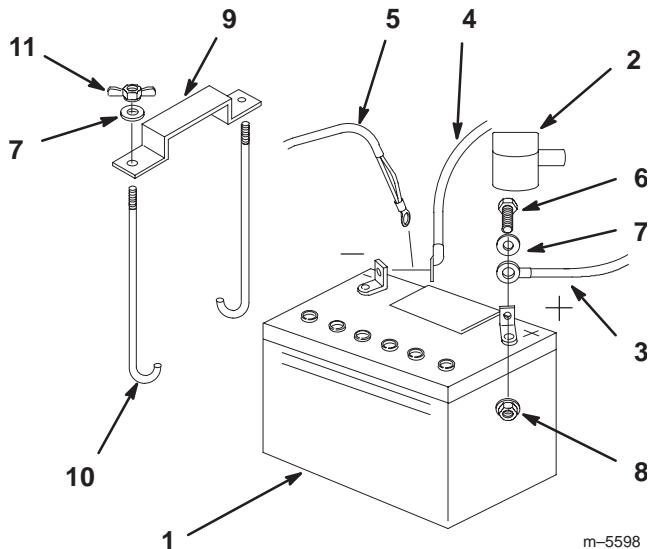

Figure 77
- Placez la batterie dans son support en tournant les bornes vers le moteur (Fig. 77).
- Fixez les câbles à l'aide de 2 boulons (1/4 x 3/4 pouce), 2 rondelles (1/4 pouce) et 2 contre-écrous (1/4 pouce) (Fig. 77).
- Fixez la batterie en position avec des boulons en J, une barrette de maintien et 2 rondelles (1/4 pouce), ainsi que 2 écrous papillons (1/4 pouce) (Fig. 77).
- Débranchez d'abord le câble négatif et le câble de masse de la borne négative (-) de la batterie (Fig. 77).
- Ôtez le capuchon rouge de la borne positive (rouge) de la batterie. Retirez ensuite le câble positif (rouge) de la batterie (Fig. 77).
- Retirez les deux écrous papillons (1/4") de fixation de la barrette de maintien de la batterie (Fig. 77).